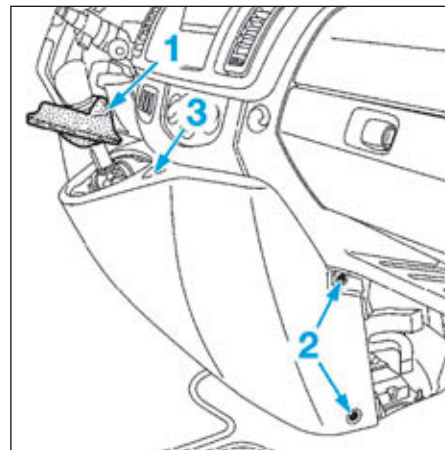

FIG.25
- Déclipper le soufflet du levier de commande de vitesses (1) (Fig.25).
- Déposer les vis (2) de la console centrale.
- Débrancher le connecteur (3) du contacteur de feux de détresse.